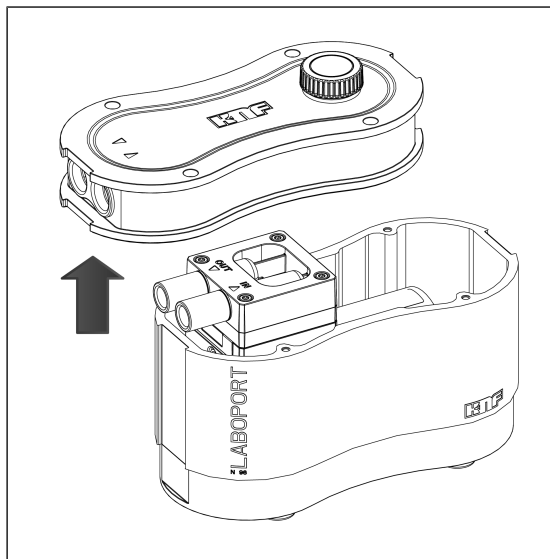

Fig.9: Quitar la tapa de la carcasa
3. Quitar con cuidado la tapa de la carcasa (2) y colocarla junto a la carcasa de la bomba (3) (ver Fig. 9).
- i** Al quitar la tapa de la carcasa (2), asegurarse de que no actúan fuerzas de tracción en los cables y de que estos no sufren daños